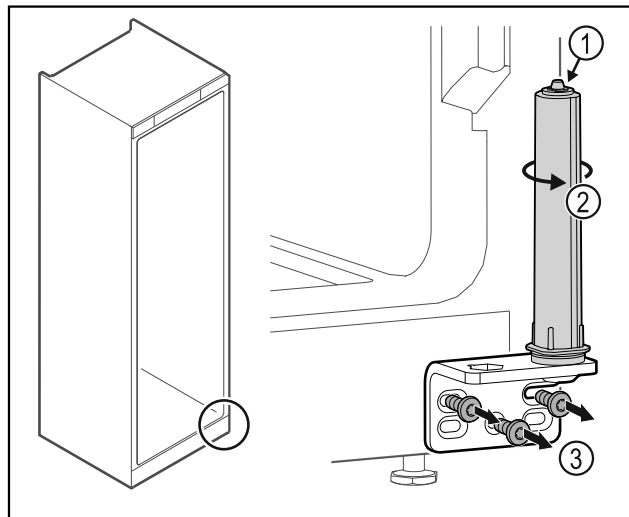

Fig. 32
- ▶ Systemu blokującego drzwi nie należy demontować Fig. 32 (1).
- ▶ System blokujący Fig. 32 (2) obrócić do momentu, aż kliknie.
- ▶ Odkręcić zawias Fig. 32 (3).